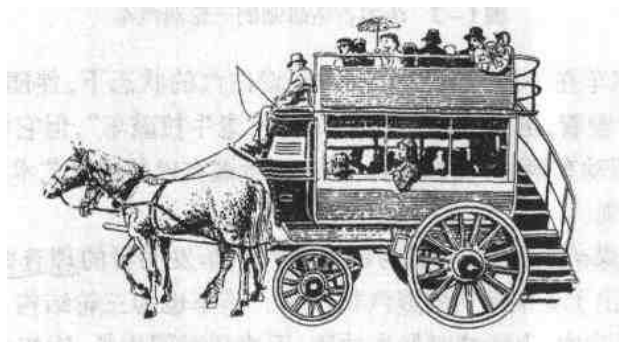

图1-1 欧洲18世纪的双层马车
(1) 古代人力车、畜力车。在远古时代,人们通过驯服牛、马来进行运输和提供交通用具,同时,人们又创造了各种各样的人力车、畜力车等。图1-1为汽车诞生前欧洲18世纪的双层马车。但这些都只是完全借助自然的力量作为驱动力,包括后来在实践中创造的风力车、发条车等,都未能从根本上解决人们对便利、高效的运输工具的需求。